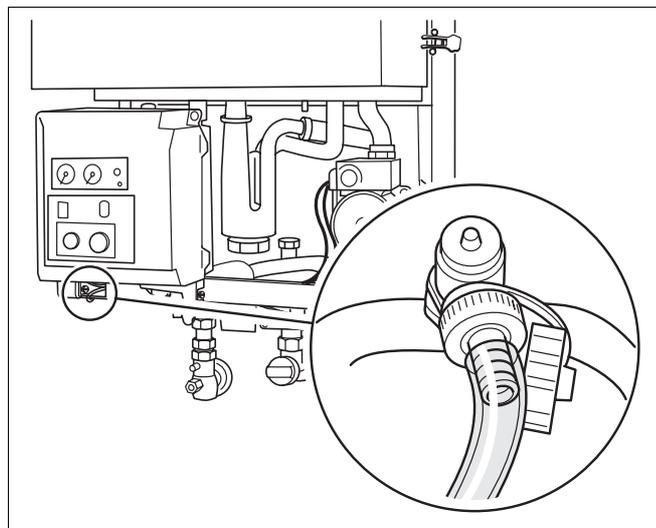
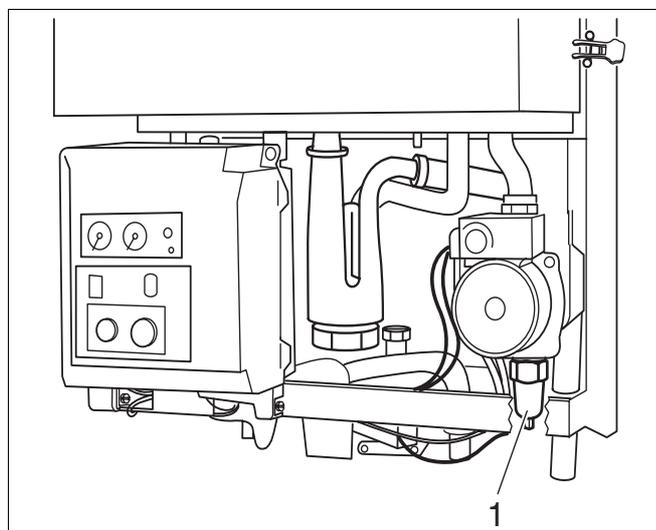

Fig. 40 Rubinetto di carico / scarico della caldaia
Fig. 41 Vite di scarico
Svuotare l'apparecchio mediante il rubinetto di carico e scarico della caldaia (fig. 40) o la vite di scarico (fig. 41, pos. 1) al di sotto della pompa.